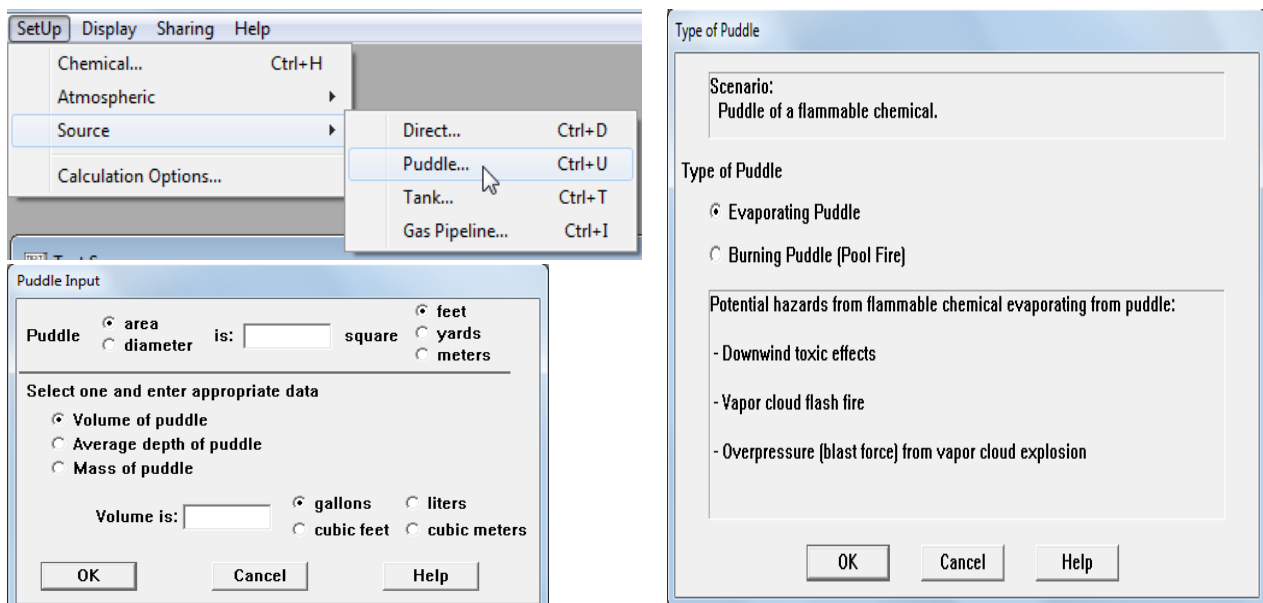

Рисунок 1.9 – Пролив (калюжа)
- Puddle/Пролив (калюжа). Калюжа постійної площі, яка містить не киплячу або киплячу рідину (рис. 1.9). Швидкість випаровування не киплячої калюжі визначається відповідною швидкістю вітру, площею калюжі і тиском хімічних парів. Також моделюють випаровування летючих хімікатів з калюжі фіксованою зони.